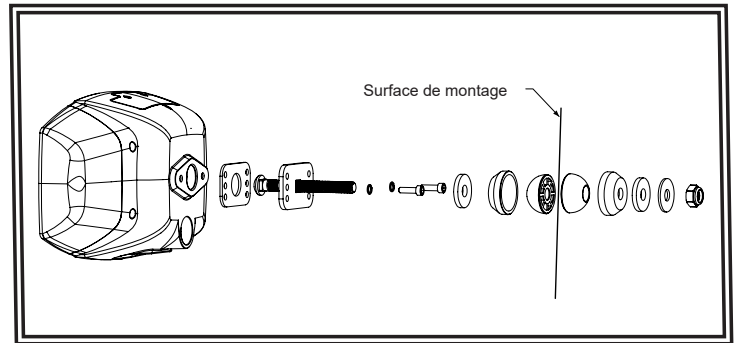

FIGURE 2
2. Fixer la tête d'éclairage à l'aide de la quincaillerie fournie, soit les vis M5 et les rondelles de frein comme illustré aux figures 2 ou 3.